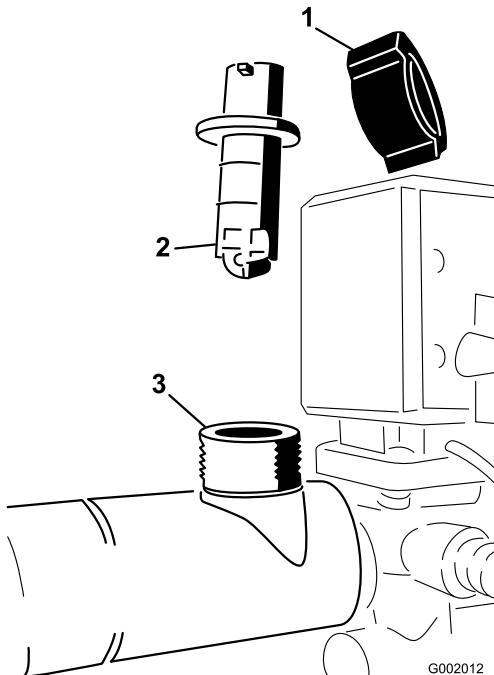

図 74
2. フローメータのボディについているリテナ・キャップを取り(図 74)。